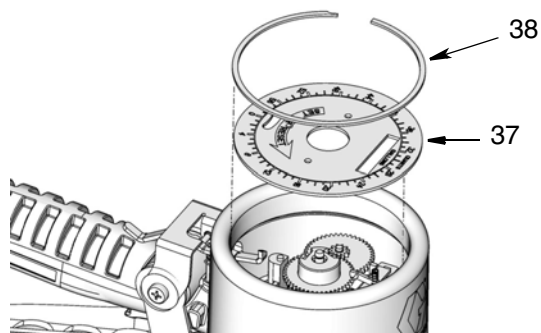

Рис. 33
3. Установите лицевую панель (37) и большое стопорное кольцо (38) (Рис. 33).